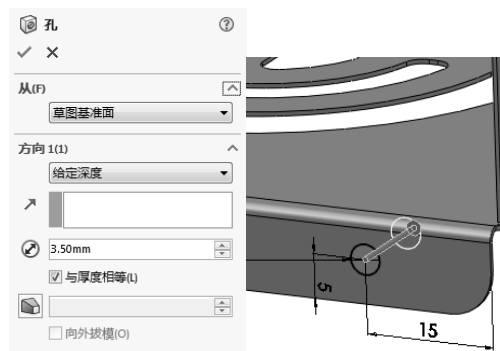

图 10-232 生成简单直孔特征操作
34) 生成简单直孔特征。单击“特征”控制面板中的 (简单直孔)按钮,或选择“插入”→“特征”→“钻孔”→“简单直孔”菜单命令。在“孔”属性管理器中选择“与厚度相同”选项,输入孔直径尺寸数值“3.5”,如图 10-232 所示。单击 (确定)按钮,生成简单直孔特征。